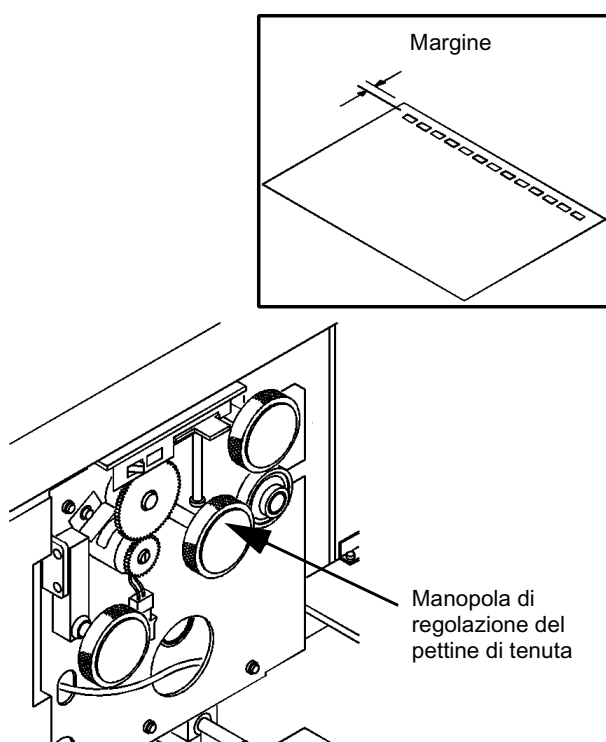

Figura 2-9: Regolazione del pettine di tenuta
- 4 Usare la manopola di regolazione del pettine di tenuta per correggere il margine, come illustrato nella Figura 2-9. Regolare come segue: